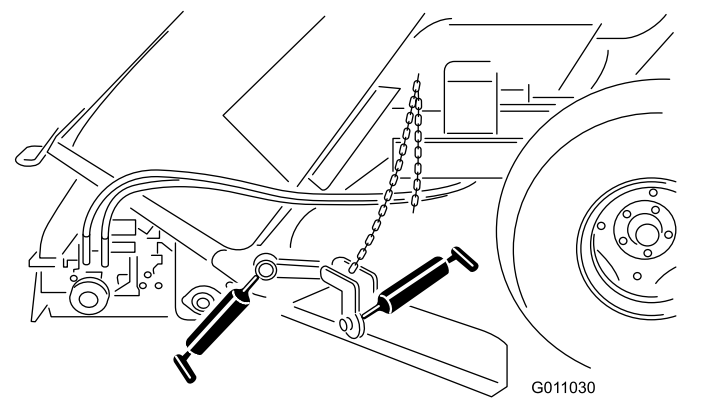

Figura 38
- Conjunto de montaje del deflector hilerador (Figura 38)
- Pivote del deflector hilerador (Figura 38)